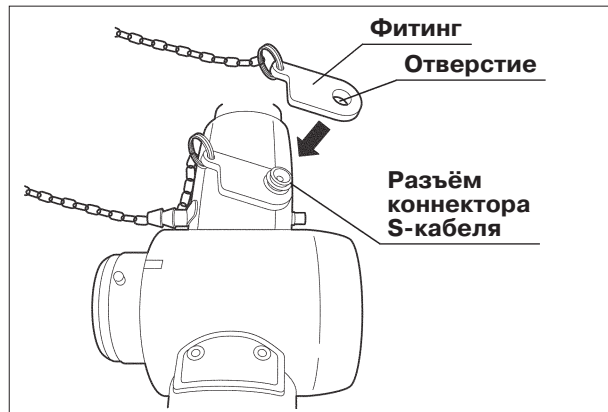

Рис. 2.3
- Поместите отверстие фитинга поверх разъёма коннектора S-кабеля на эндоскопе (см. рис. 2.3).